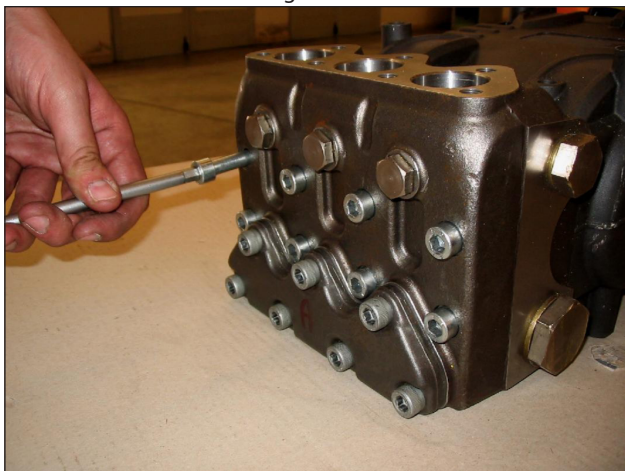

Fig. 20
A) Remova os parafusos de fixação do cabeçote M10x110, conforme indicado na Fig. 20.